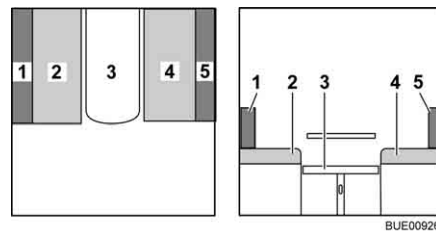

Bild 96 Während des Umbaus
- Das Rückenpolster (Bild 96,5) abnehmen und beiseite legen.
- Das Sitzpolster (Bild 96,2) zur Mitte ziehen.